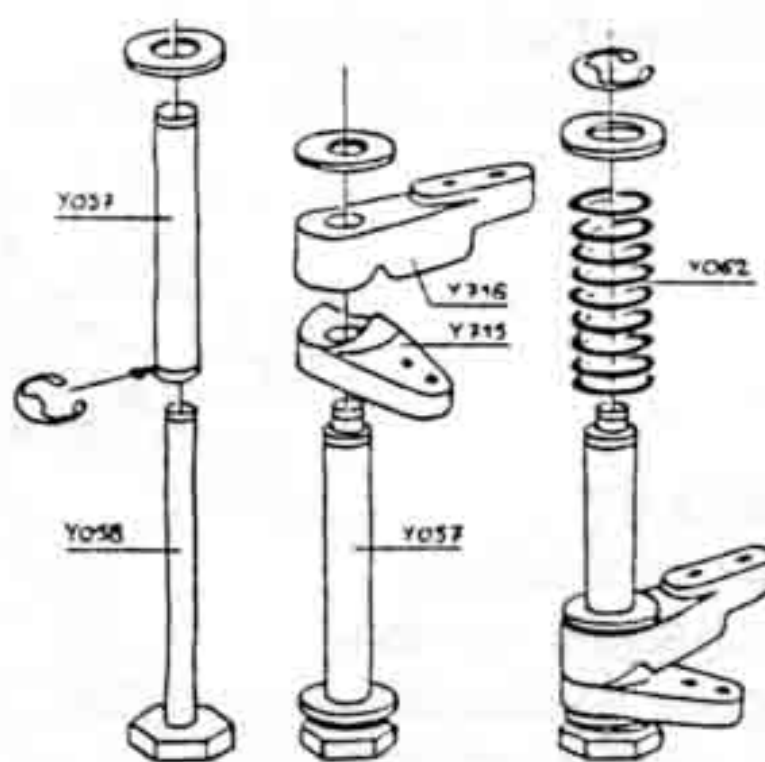
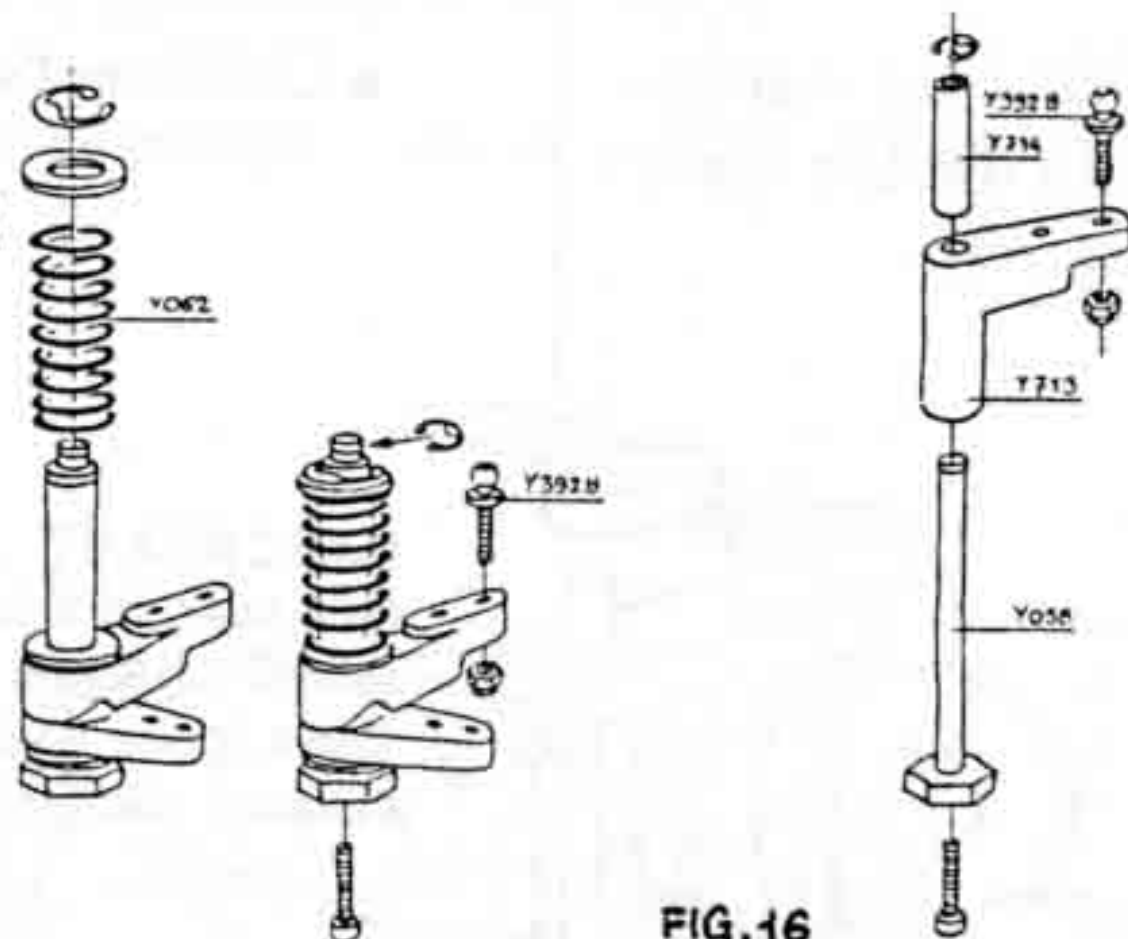

FIG.15
FIG.16
- Monter le sauve-servo (Fig.15) et le renvoi d'angle (Fig.16) en commençant par fixer les supports Y058 sur le châssis.